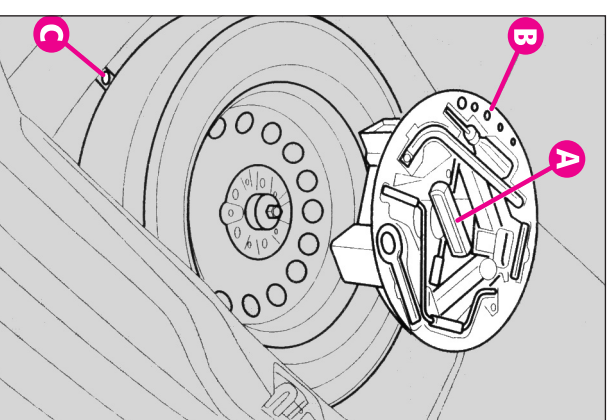

fig. 2
- slăbiți dispozitivul de fixare (A-fig. 2).
- asezați cutia cu unele peste roata de rezervă și fixați-o cu ajutorul dispozitivului (A-fig. 2).